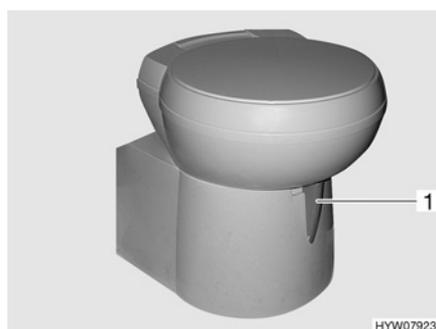

Fig. 114 Taza del inodoro Thetford (basculable)
- Antes del lavado, abrir la corredera del inodoro Thetford. Para ello, empujar la palanca de corredera (Fig. 114,1) en sentido contrario a las agujas del reloj.
- Girar la palanca de corredera (Fig. 114,1) en sentido de las agujas del reloj. Se cierra la corredera. Para el vaciado **debe** estar cerrada la corredera en el inodoro Thetford.